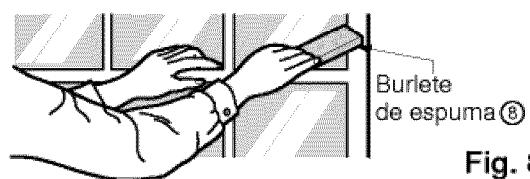

Fig. 8
- 11** Corte el burlete de espuma **⑧** en el largo adecuado e insértelo entre la hoja superior de la ventana y en la hoja inferior de la misma. (ver Fig. 8)